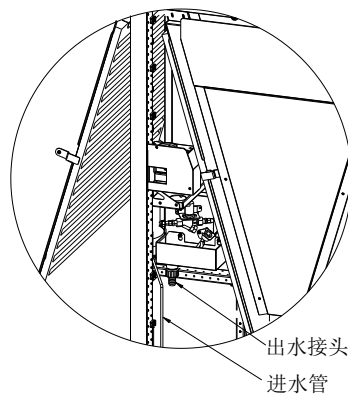

图3-12 机组远红外加湿器进水管
- 2、进水管连接一定要密封，防止漏水。远红外加湿器进水管预留了铜管，如图 3-12 所示。在铜管的端部带有 1/4"铜螺母和 1/4"×1/2"转换铜螺纹接头，为了避免丢失，在发货时已经转接好。工程上也可选择其他连接方式。